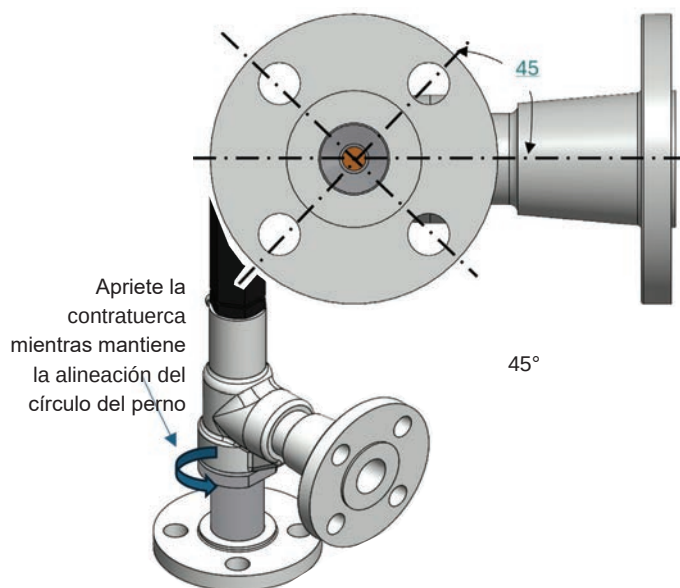

Figura 18 - Sincronización de la brida de la contratuerca de soldadura por encastre
3. Utilice una base limpia (1) lapeada para la presión del conjunto de válvulas (ver el requisito de ancho del asiento en la Tabla 6 en la página 29). Coloque un disco lapeado (2) en la base con las superficies lapeadas una frente a la otra. Coloque el soporte del disco (4) en el disco (2) y la base (1). Coloque la guía (5) sobre el soporte del disco (4) en la base (1). Lubrique la superficie del cojinete del husillo del soporte del disco con lubricante para roscas que no sea a base de cobre
4. Lubrique la punta del husillo con una pequeña cantidad de lubricante para roscas que no sea a base de cobre e inserte el husillo (9) en la cavidad del husillo-soporte de disco (4).
5. Aplique una pequeña cantidad de lubricante para roscas que no sea a base de cobre en la superficie del cojinete de la arandela de resorte inferior (10) y deslícelo sobre el husillo (9). Instale el resorte (11) y la arandela del resorte superior (10).
6. Aplique una pequeña cantidad de lubricante para roscas que no sea a base de cobre a las roscas de la contratuerca (1A). Cuando se utilice un casquete de acero inoxidable (6) y una base (1), y/o un casquete estándar para un servicio por encima de 500 °F de temperatura, aplique lubricante para roscas que no sea a base de cobre a las roscas de la contratuerca. Antes de apretar completamente el casquete (6), ajuste la posición de la guía para que uno de los orificios esté alineado con la descarga de la válvula.
7. Mientras mantiene el conjunto del husillo en su lugar, baje el casquete (6) en la base (1) y atornille la contratuerca (1A). Mantenga la sincronización de la brida de entrada con respecto a la línea central del capó como se muestra en la Figura 18 en la página 36. Apriete la contratuerca (1A) al casquete (6) con el par de apriete indicado en la especificación del par de apriete de la contratuerca (ver Tabla 12 en la página 41). Si hay fugas en la junta, se puede exceder el par recomendado, pero no exceda el par máximo que se muestra.